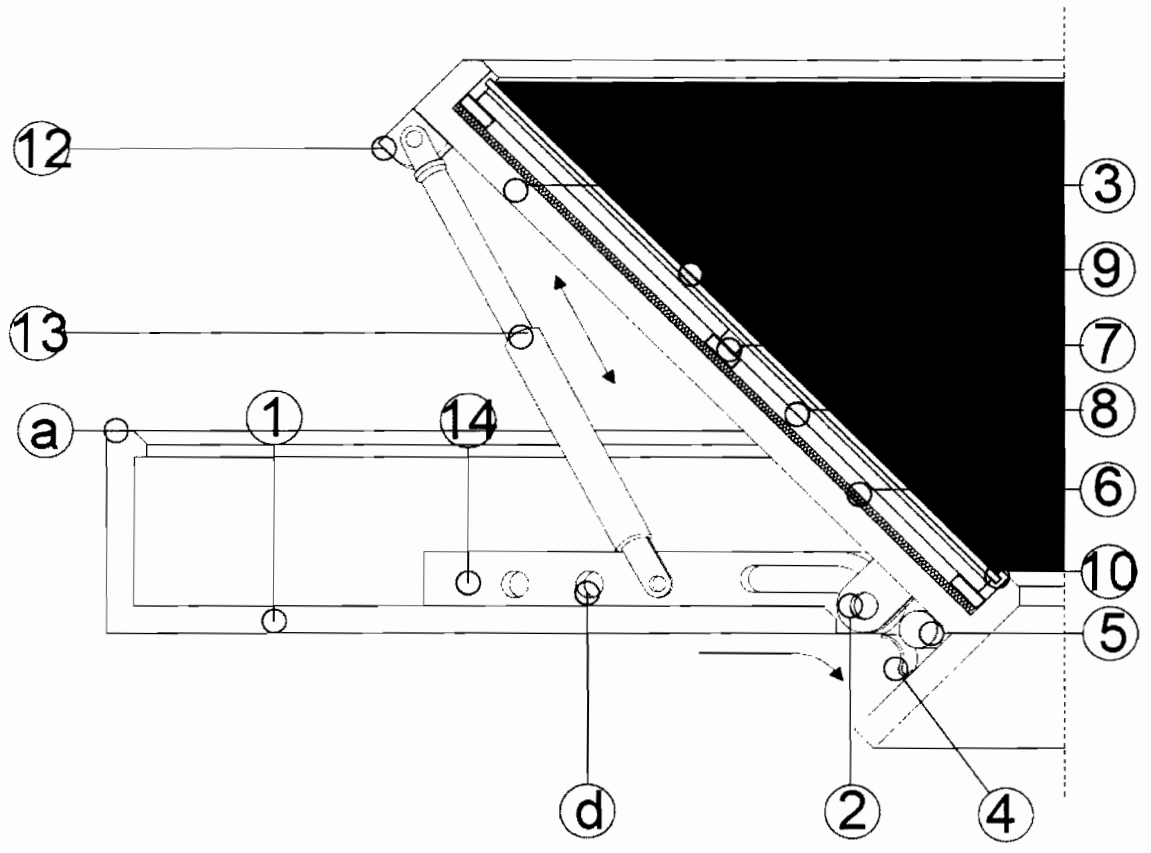

fig.4
-fig.4, secțiune și vedere în perspectivă a unui element constructiv, în legătura cu care este legat un panou fotovoltaic, realizat într-o altă variantă constructivă;